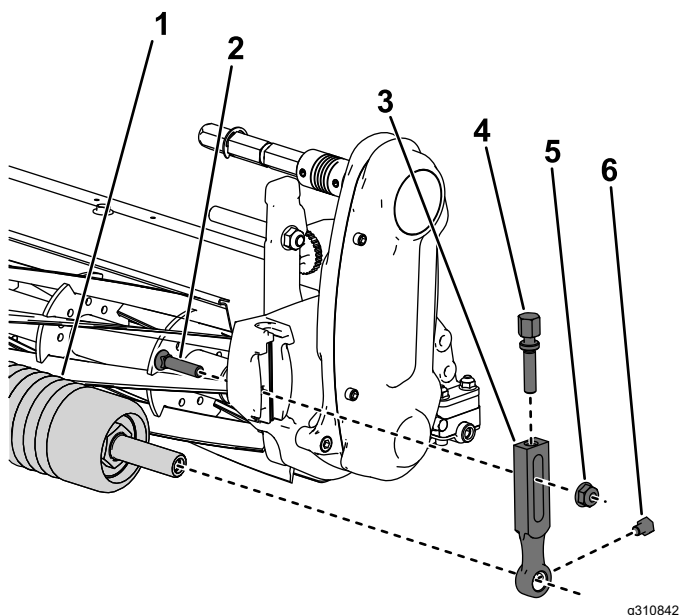

Figura 3
1. Îndepărtați șurubul plugului, șaiba și piulița cu guler care fixează unul dintre brațele pentru înălțimea de tăiere de placa laterală a unității de tăiere (Figura 3).